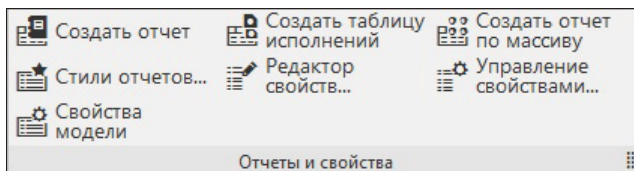

Рис. 25.16. Панель инструментов Отчеты и свойства
- ♦ Панель инструментов **Отчеты и свойства** (рис. 25.16) — содержит команды для создания отчетов. В данной книге не рассматривается.